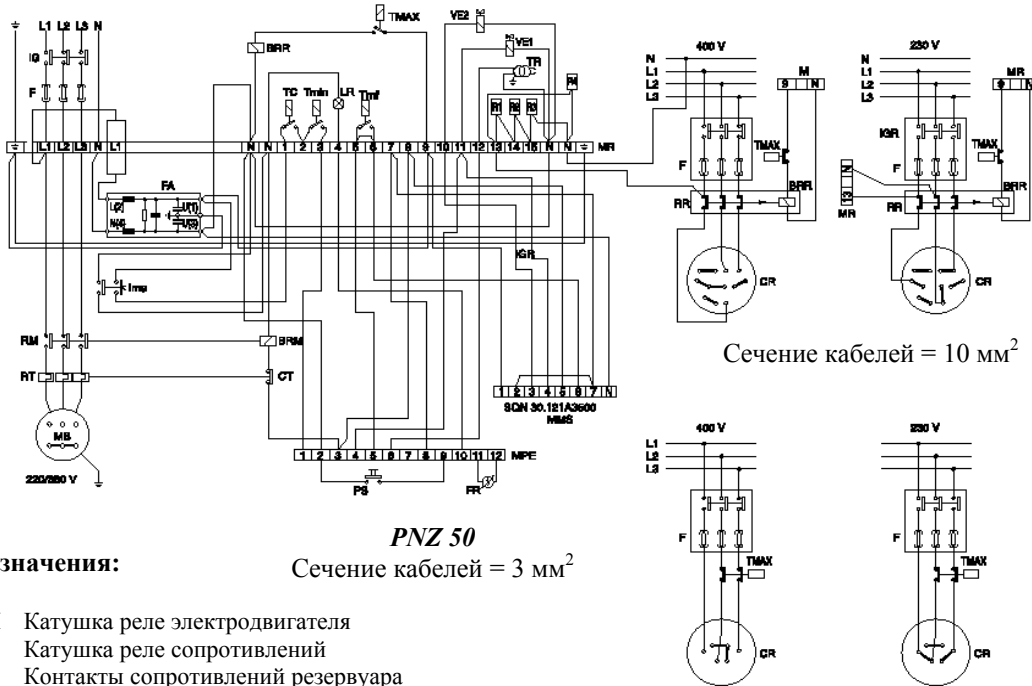

Рис. 6
Горелки типа PNZ предназначены для работы с питанием от трехфазного переменного тока с напряжением 230-400 В и частотой 50 Гц. Горелка подключается к сети питания с помощью трехфазного главного выключателя. Предусмотрен второй главный выключатель для сопротивлений нагрузки подогревателя (см. рис. 6). Необходимые подключения — это подключения к сети питания, линии питания терморегуляторов температуры котла и температуры в помещении, и, если есть, индикаторной лампочки терморегулятора температуры в помещении. Подключите также сопротивления нагрузки резервуара подогревателя. Электродвигатели данных горелок и сопротивления нагрузки резервуара уже заранее установлены для работы от сети питания с трехфазным переменным током с напряжением 400 В (т.е. соединения выполнены по схеме “звезда”). Если напряжение в сети питания составляет 230 В, необходимо выполнить соединение по схеме “треугольник”. Для этого достаточно переставить перемычки на колодке контактных выводов электродвигателя и сопротивлений нагрузки, не меняя больше никаких других соединений (см. рис. 6-7).
Убедитесь, что общий выключатель включен (см. рис. 6, поз. IG):
- установите переключатель на электрическом пульте (см. рис. 6, поз. Ima) в положение “off (выкл.)”;
- снимите крышку электрического пульта и с помощью отвертки нажмите на подвижную часть реле электродвигателя (см. рис. 6, поз. RM). Электродвигатель заработает, а вместе с ним заработает и насос, который начнет заполнять установку. Данная операция завершится, когда из шланга обратной линии топливо начнет выходить без пузырьков воздуха;